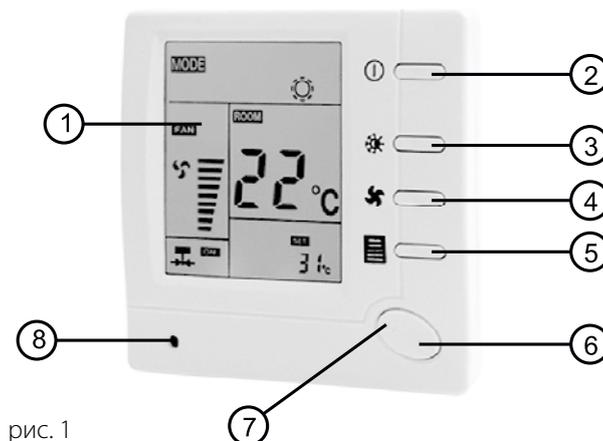
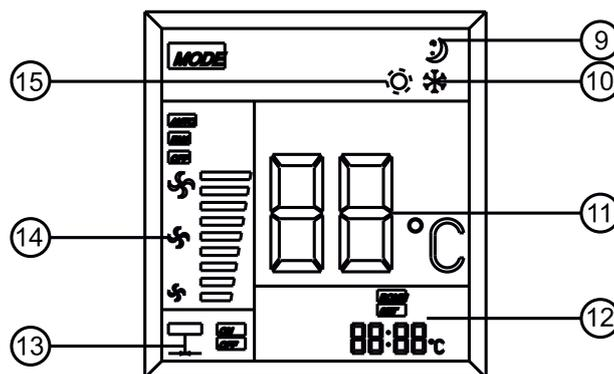

рис. 1
рис. 2
Дисплей (рис.2):
Включите терморегулятор, нажав кнопку питания (2). Нажмите кнопку выбора скорости вентилятора. На дисплее отобразится один из знаков (14 на рис.2) или AUTO. Это означает, что вентилятор будет вращаться на скорости HI (высокая), MED (средняя), LOW (низкая) или AUTO (автоматический режим). Если выбрать режим AUTO, скорость вращения вентилятора будет меняться в зависимости от разницы между фактической температурой в помещении и установленной температурой. Если температура в помещении более чем на 3 градуса выше заданной температуры при охлаждении или более чем на 3 градуса ниже заданной температуры при нагреве, вентилятор будет работать на наибольшей скорости. Если температура в помещении на 2-3 градуса выше, чем установленная температура при охлаждении или на 2-3 градуса ниже, чем установленная температура при нагреве, вентилятор будет работать на средней скорости. Если температура в помещении на 0-1 градус выше установленной температуры при охлаждении или на 0-2 градуса ниже установленной температуры при нагреве, вентилятор будет работать на малой скорости.
Установите кнопкой выбора режимов работу в режиме нагрева (знак 15 на рис.2). Нажмите "+" для увеличения значения температуры регулирования. Если температура в помещении ниже установленной, система нагрева начнет работу. Нажмите "-" для уменьшения значения температуры регулирования. Если температура в помещении выше установленной, система нагрева остановит работу.
Установите кнопкой выбора режимов работу в режиме охлаждения (знак 10 на рис.2). Нажмите "-" для уменьшения значения температуры регулирования. Если температура в помещении выше установленной, система охлаждения начнет работу.
Нажмите кнопку перехода в «ночной» режим (5 на рис.1). Появляется символ «ночного» режима (9 на рис.2). Данный режим будет активен в течение 8 часов, при этом терморегулятор будет контролировать нагрев или охлаждение согласно графику приведенному ниже. Снова нажмите кнопку перехода в «ночной» режим, соответствующий символ исчезнет, что означает отмену работы в «ночном» режиме.
Настройка режимов управления позволяет вам для автоматического режима установить определенные рабочие характеристики терморегулятора в соответствии с вашими требованиями. Выключите терморегулятор нажав на кнопку питания затем нажмите и удерживайте кнопку «ночного» режима (5, рис.1) не менее 4 секунд до того, пока не засветится дисплей. Это означает, что вы вошли в первый пункт настройки режима управления меню. Всего имеется 4 таких пункта что соответственно отображается на дисплее. Выбор соответствующего пункта меню определяется нажатием кнопки (5). В каждом пункте для изменения настроек воспользуйтесь кнопкой "+" или "-". Для выхода из меню и возврата в обычный режим работы, выключите терморегулятор, нажав на кнопку питания и снова его включите.